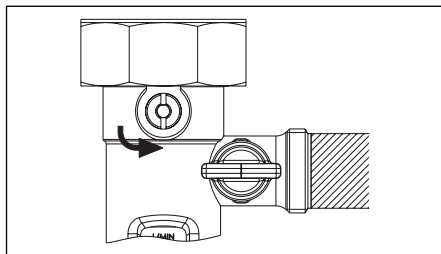

Abb. 6.20 Position Stellschraube
3. Öffnen Sie den oberen Kugelhahn an der Durchflussmess- und Einstellvorrichtung, indem Sie die Stellschraube in die senkrechte Position drehen (Abb. 6.20).